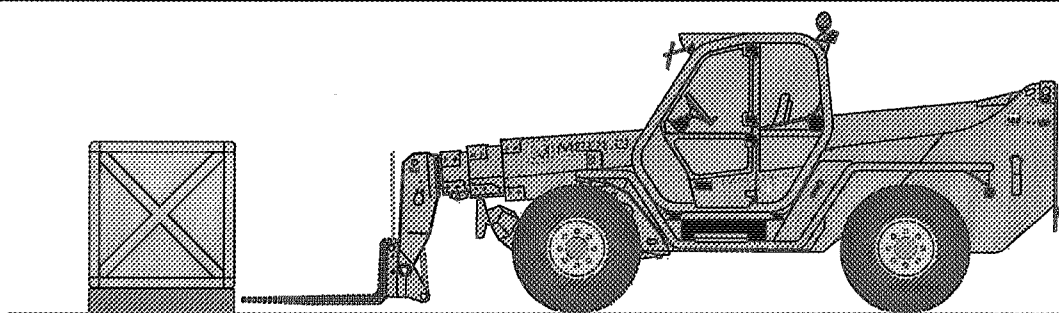
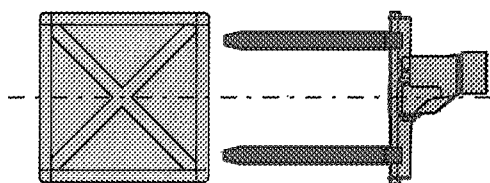

Fig.4
Fig.5
- poner la máquina cerca de la carga que se debe elevar, con el brazo telescópico completamente recogido y las horquillas en posición horizontal (Fig.4)
- girar el selector del mando del cambio (19) y el selector del sentido de marcha (20) en posición "N"
- regular el ancho y el centrado de las horquillas en relación a la carga que se vaya a elevar (Fig.5)